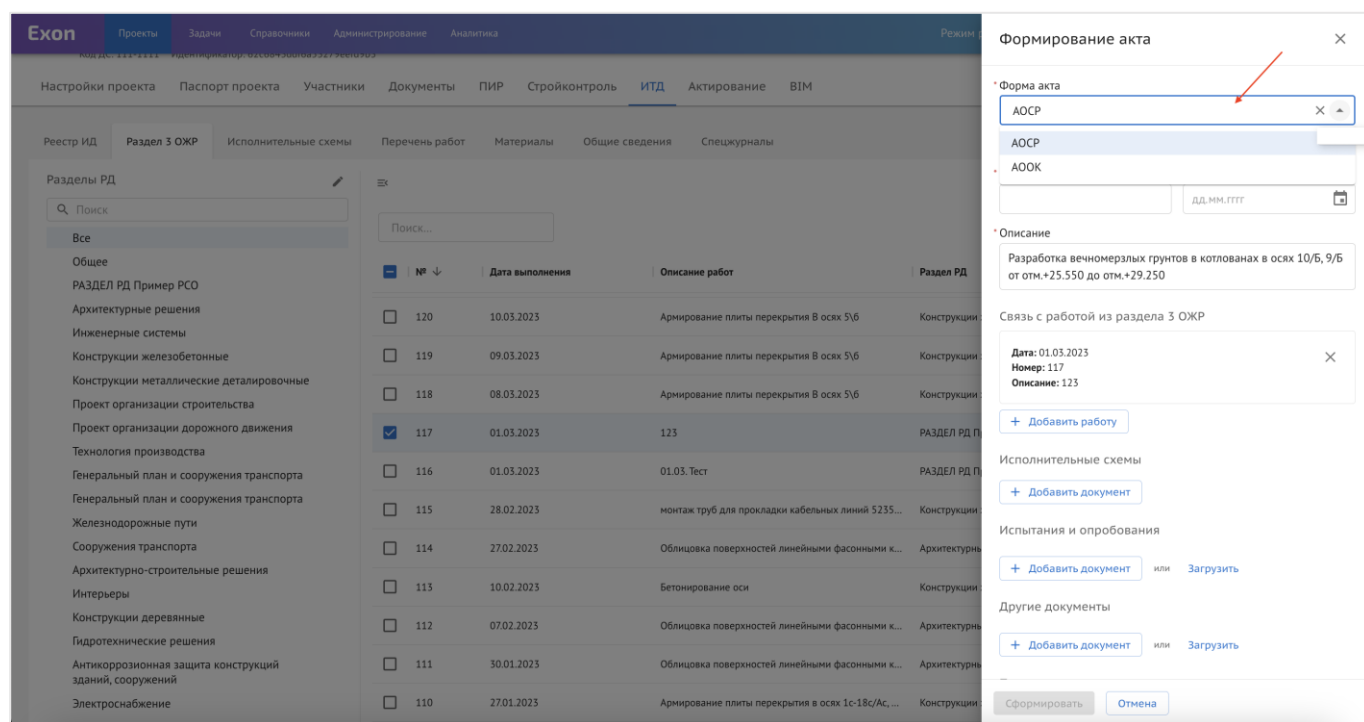

Рис. 57 – Формирование акта
4. Выбрать из выпадающего списка необходимую форму акта и заполнить всю необходимую информацию об акте (рис. 57);